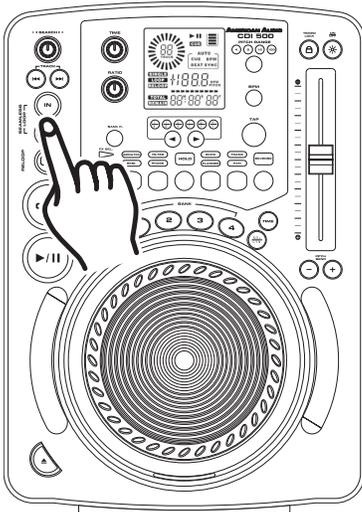

Figura 22
Es importante tener en cuenta que únicamente puede editarse el punto de finalización del rulo. El rulo puede acortarse o prolongarse. Antes de editar un rulo continuo primero se debe crear uno. Si todavía no lo hizo, siga las instrucciones del paso 10 para crearlo. Si ya existe un rulo continuo, presione el BOTÓN RELOOP (22) para activarlo (Figura 22), si es que aún no está activo. Para editar el punto de culminación de rulo: